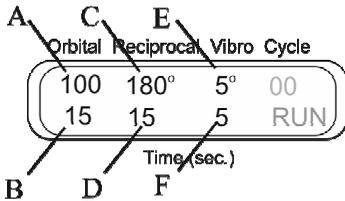

Abb. 5
Stellen Sie die Geschwindigkeit (A) (1 - 100 rpm) und die Zeit (B) (1 - 250 Sek) für die orbitale 3D-Bewegung ein. Stellen Sie den Winkel (C) (0 - 360°) und die Zeit (D) (1 - 250 Sek) der reziproken 3D-Bewegung ein. (Sie wird mit derselben Geschwindigkeit ausgeführt wie die orbitale Bewegung.) Stellen Sie den Drehwinkel (E) (0-5°) und die Zeit (F) (1 - 5 Sek) der 3D-Vibration ein. Siehe Abb. 5.